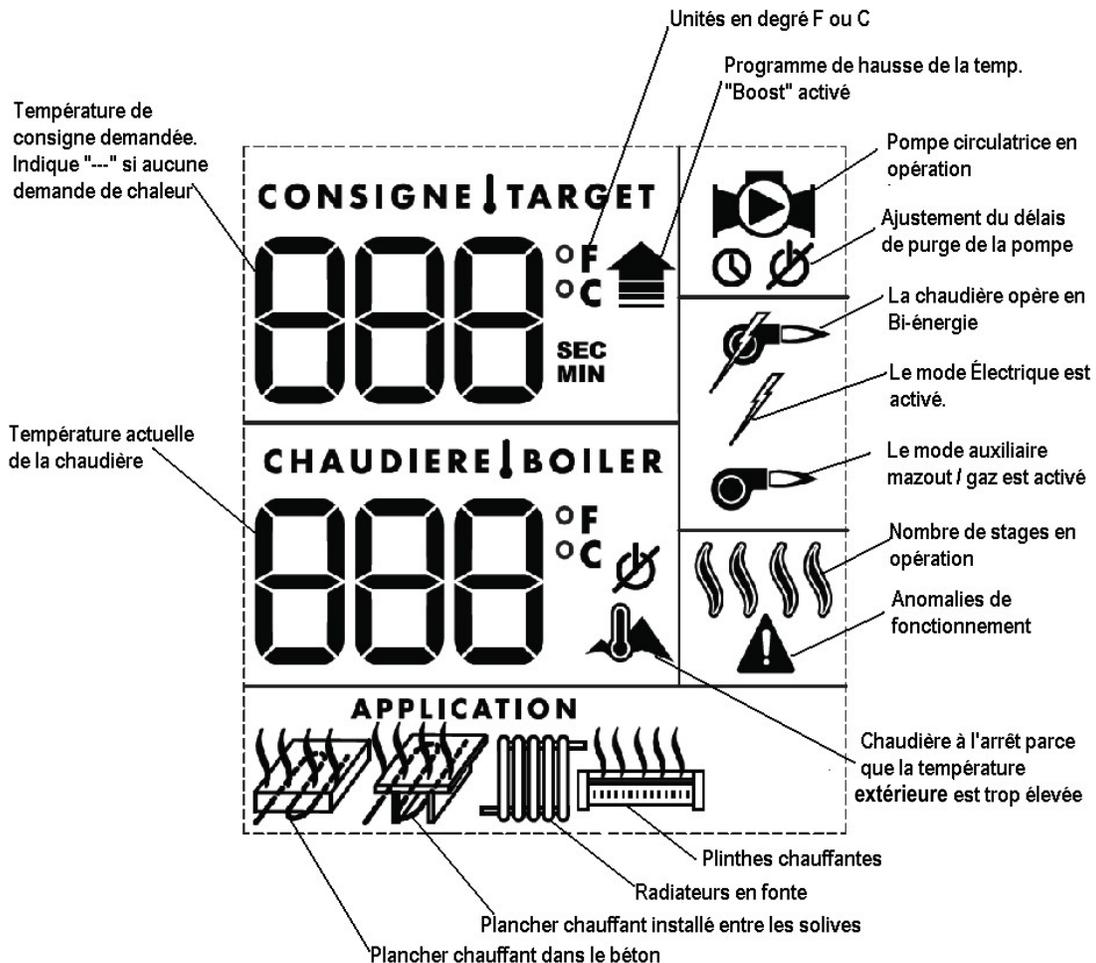

Figure 17 : Interface du contrôleur UltraSmart
- Activer la fonction bi-énergie du contrôleur en ouvrant le panneau d'accès au compartiment électrique de la chaudière. Retirer la vis localisée au bas du contrôleur; soulever la partie du dessus de contrôleur. Vous trouverez à l'arrière du contrôleur un commutateur « ELECT --- Bi-Energ ». Positionner le commutateur à « Bi-Energ » voir la fig. 17.